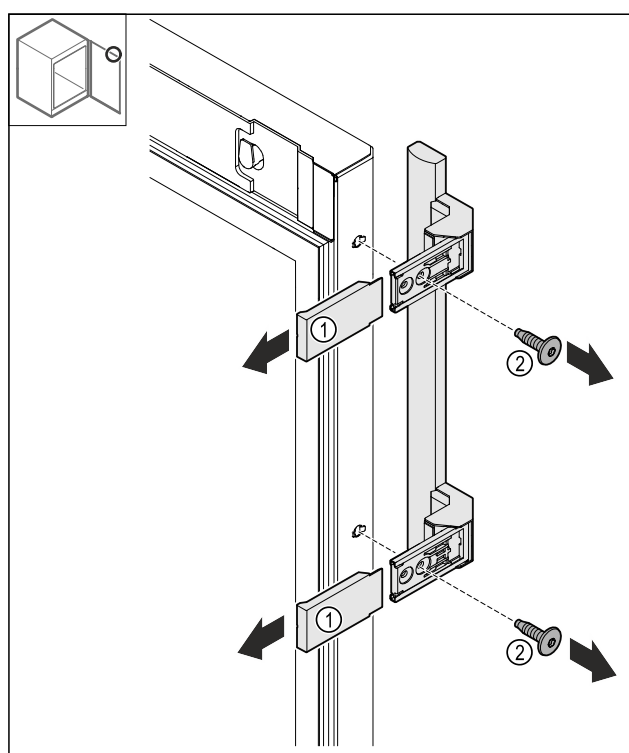

Fig. 24
- Noņemiet pārsegu Fig. 24 (1).
- Atskrūvējiet skrūves Fig. 24 (2).